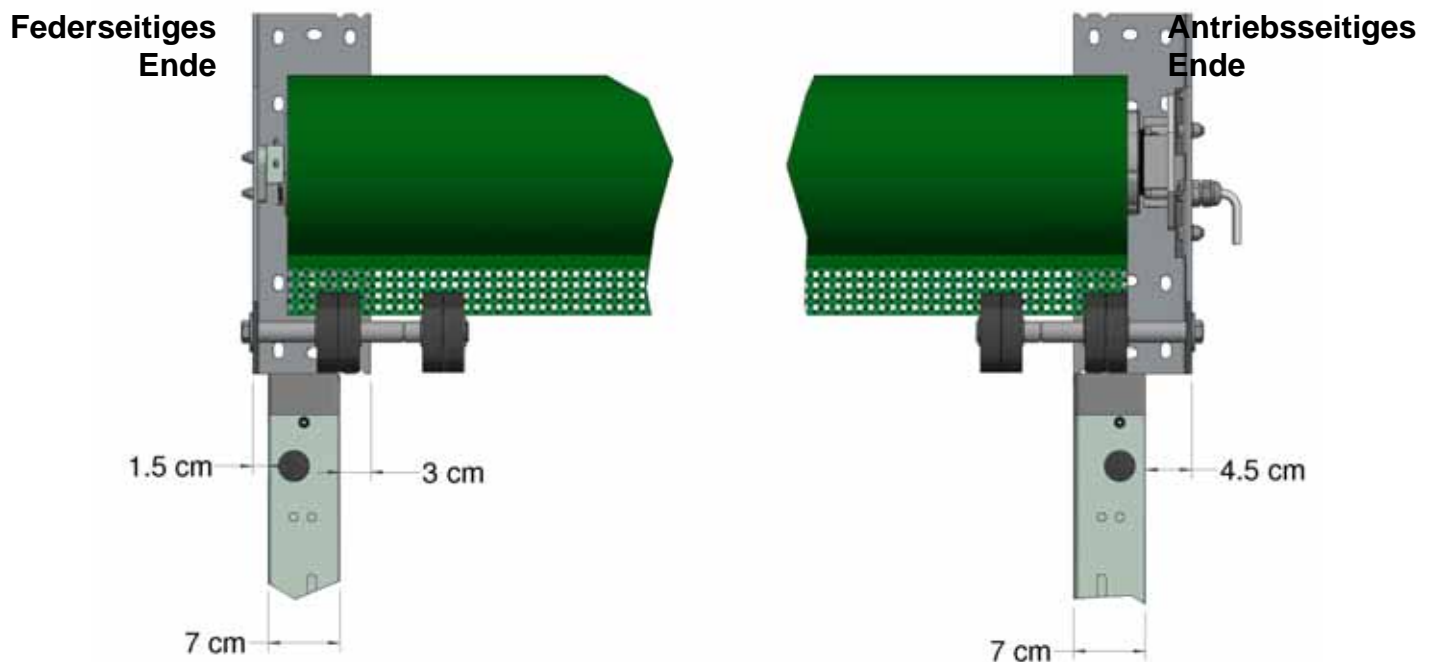

Abbildung 11a: Position der Führungsschienen
10. Führungsschienen mit den M8-Schrauben am Gebäude befestigen (bei einem Mittenabstand von 100 cm). Wenn die Schienenbahn in Teillängen geliefert wird, die einzelnen Abschnitte mit den mitgelieferten Verbindungsstiften ausrichten (Abbildung 11a und 11b).